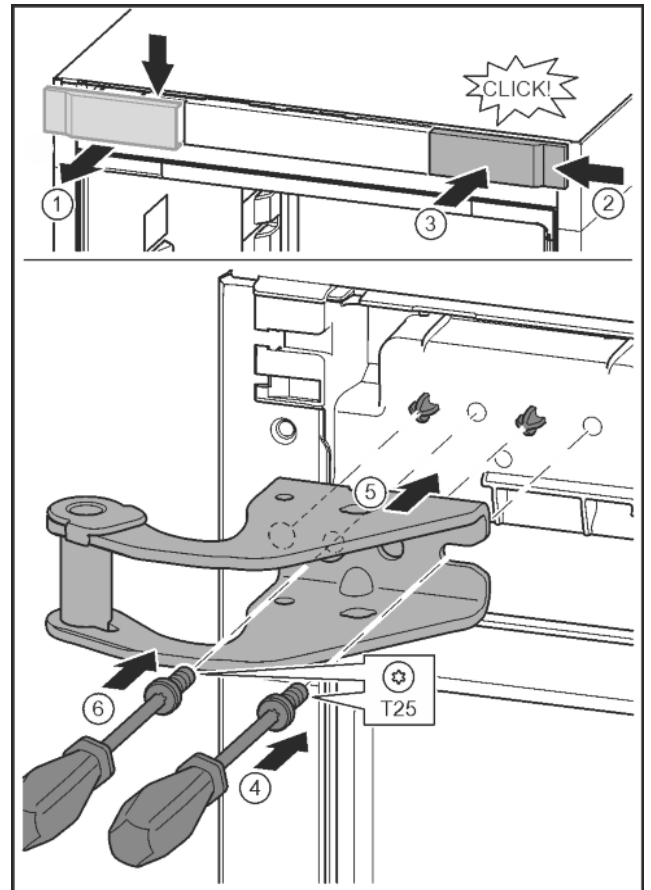

Fig. 16
- ▶ Afdekking losmaken en zijdelings verwijderen. Fig. 16 (1)
- ▶ Afdekking 180° gedraaid op de andere kant van rechts aanbrengen. Fig. 16 (2)
- ▶ Afdekking vastklikken. Fig. 16 (3)
- ▶ Schroef met schroevendraaier T25 aandraaien. Fig. 16 (4)
- ▶ Bovenste lagerbus plaatsen. Fig. 16 (5)
- ▶ Schroef vastdraaien. Fig. 16 (4)
- ▶ Schroef met schroevendraaier T25 aanbrengen en vastdraaien. Fig. 16 (6)